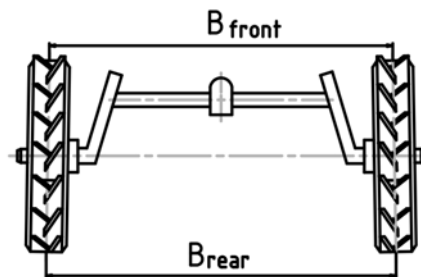

Рис. 5. Регулировка схождения передних колес
5.3.1 Регулировка развала схождения (Рис. 5).